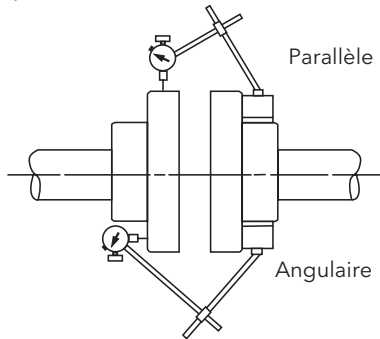

Figure 6
- 5.2.1.** Les arbres ont été alignés en usine, mais le transport peut parfois les désaligner. On doit donc vérifier l'alignement avant la mise en service de la pompe (v. figure 6).